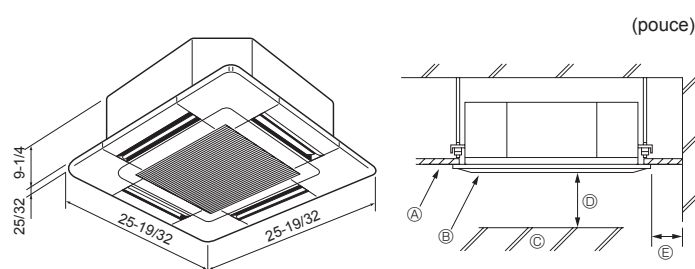

Fig. 3-1
3.1. Appareil intérieure (Fig. 3-1)